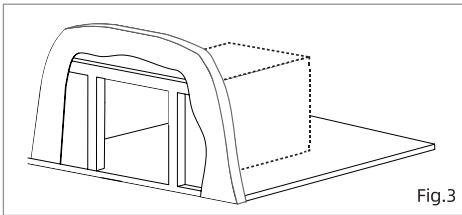

Fig.3
5. Assurez-vous que l'appareil est supporté par un plancher ou une plate-forme solide ayant une capacité de charge suffisante. (Fig.3)